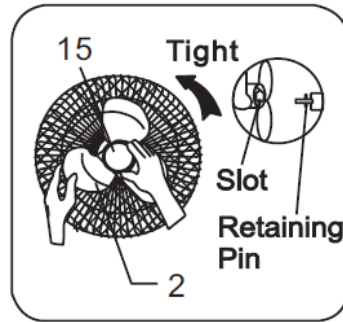
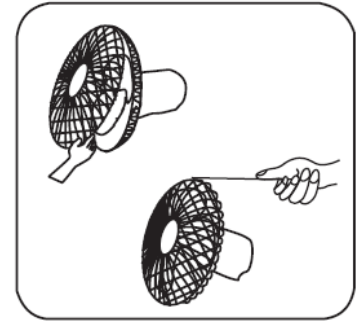

BILD 7
BILD 8
4. Montera fläktbladet (2) på motoraxeln. Kontrollera att styrstiftet är inpassat i fläktbladets öppning på motoraxeln (bild 7).
5. Dra åt låsmuttern (15) på motoraxeln genom att vrida muttern motsols för att säkra fläktbladet.
6. Fäst det främre skyddsgallret i det bakre skyddsgallret med spännskruven för låsringen (bild 8).